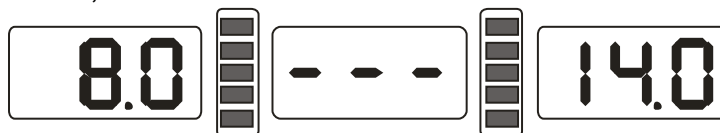

рисунок 17-2
17.2.6 Если при включении, дисплей отобразит показатели (рисунок 17-2), необходимо провести самокалибровку измерителя ширины или заменить датчик ширины. Можно попробовать отключить функцию автоматического измерения ширины (пункт 15.4). После проверки измерителя ширины, верните измеритель в исходное положение. Дисплей отобразит показатели, как показано на рисунке 17-2. Для выхода нажмите С;